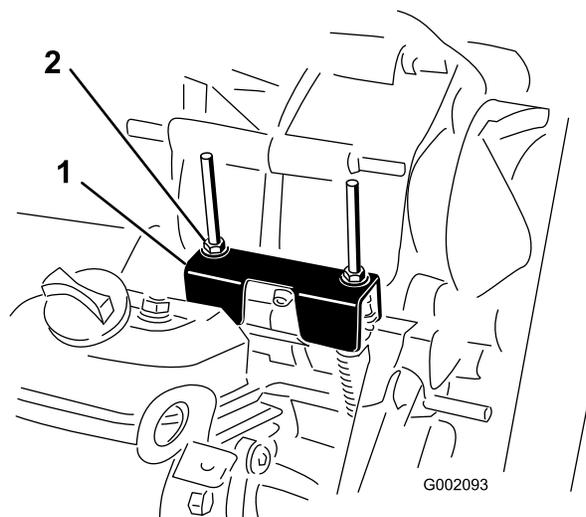

Figure 48
Lors des entretiens courants et/ou des diagnostics du moteur, vous devez placer la boîte-pont au POINT MORT (Figure 48). La position POINT MORT de l'inverseur de marche commande le point mort de la boîte-pont. Procédez comme suit pour vérifier que le point mort de l'inverseur de marche actionne correctement le point mort de la boîte-pont :
2. Vérifiez que la patte de réglage du point mort est à la position POINT MORT (au même niveau que le support de fixation du câble situé sous la patte d'inversion de marche) en tournant l'embrayage (Figure 48).
3. Tournez un des contre-écrous (Figure 48) pour obtenir un espace de 0,76 à 1,52 mm entre le bas de l'écrou/la rondelle et la patte de réglage du point mort.